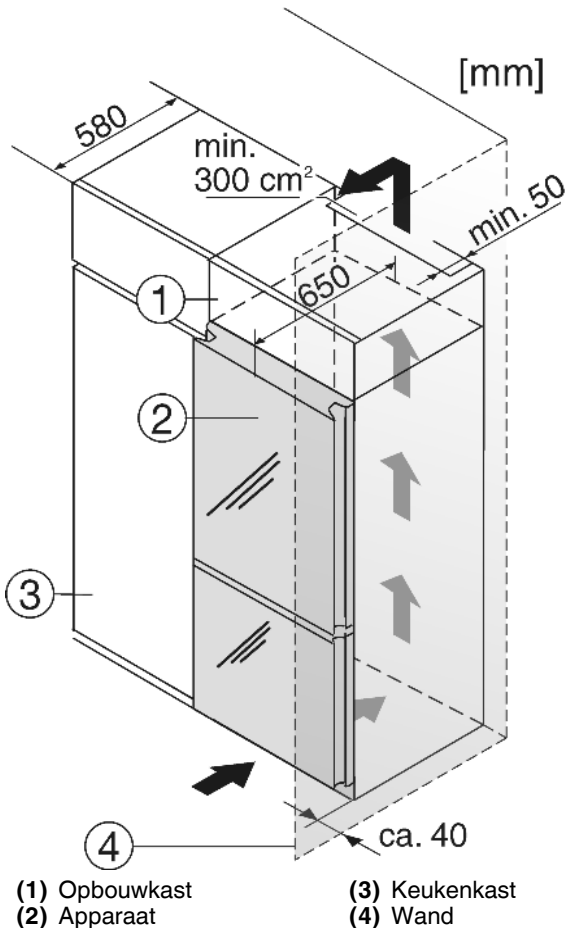

Fig. 17
Het apparaat Fig. 17 (2) kan worden ingebouwd in de keuken. Om het apparaat aan de hoogte van het keukenblok aan te passen, kunt u er een passende opbouwkast Fig. 17 (1) op plaatsen.
Bij ombouw met keukenkasten (max. diepte 580 mm) kan het apparaat direct naast de keukenkast Fig. 17 (3) worden opgesteld. De apparaatdeur steekt 70 mm voor de voorkant van de keukenkastjes uit. Hierdoor is de deur zonder problemen te openen en sluiten.
Plaast u het apparaat met de scharnierkant naast een muur Fig. 17 (4), dan moet de afstand tussen apparaat en muur minstens 40 mm bedragen.